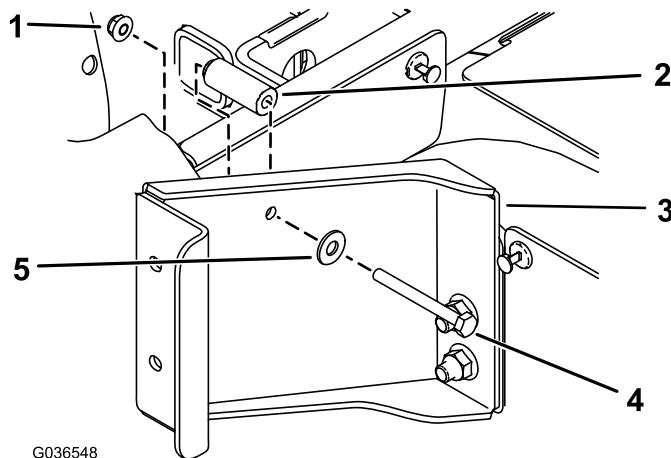

Рисунок 2
- C. Закрепите кронштейн позади основания сиденья с помощью одного болта с шестигранной головкой (1/4 x 2-1/2 дюйма), одной плоской шайбы (5/16 дюйма), одной проставки (9/32 x 5/8 дюйма) и одной фланцевой гайки (1/4 дюйма), как показано на Рисунок 2.